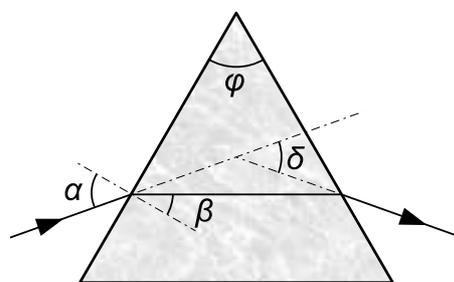

Abbildung 4: Symmetrischer Strahlengang
1. Stellen Sie den Drehteller wie in Abbildung 4 gezeigt ein. Suchen Sie das Spektrum zunächst mit dem Auge. Visieren Sie dann die auszumessenden Linien mit dem Fernrohr an und drehen Sie das Prisma bis symmetrischer Strahlengang vorliegt (der Ablenkwinkel  $\delta$  ist dann minimal). Bringen Sie Fadenkreuz und Linie zur Deckung und lesen Sie den Fernrohrwinkel an der Winkelskala und am Nonius ab.
Aus brechendem Winkel  $\varphi$  und Ablenkwinkel  $\delta$  lässt sich der Brechungsindex  $n$  des Glases bestimmen. Nach dem Brechungsgesetz gilt in Abbildung 4